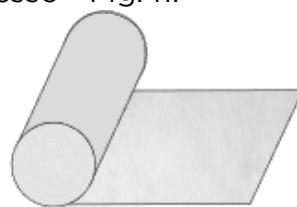

Fig. 11 – Top Roll Colmo SA
- Posare in mezzeria della linea di colmo il Top Roll Colmo SA, rimuovendo dalla parte inferiore il film che protegge il nastro butilico. In questo modo si andrà ad impermeabilizzare il colmo stesso - Fig. 11.